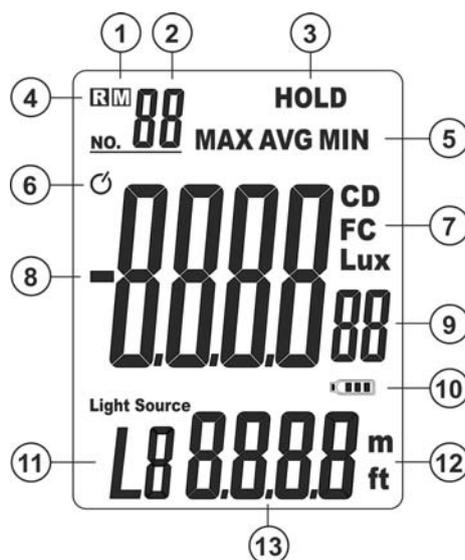

Fig. 2 : Description de l'afficheur
- Appuyer sur la touche **MEM/READ** pour sauvegarder dans la mémoire interne la donnée affichée à l'écran. L'indication de l'emplacement de mémoire (99 emplacements maxi) et le symbole «M» (voir Fig. 2 – partie 1 et 2) sont affichés instantanément dans la partie supérieure gauche de l'écran
**Intensité lumineuse (CD) = éclairement (Lux/Fc) x distance de la source (m2/ft2)**
5. Utiliser les touches flèche ▲ ou ▼ pour sélectionner l'unité de mesure de la distance «m» ou «ft» (voir Fig. 2 – partie 12) et confirmer par la touche **LX/FC/CD**